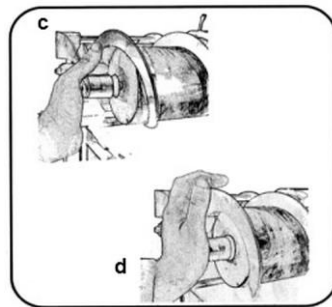

Fig. 37
7. Introduzca la espiral presionando suave y profundamente, como se muestra en la Fig. 37 (c y d).